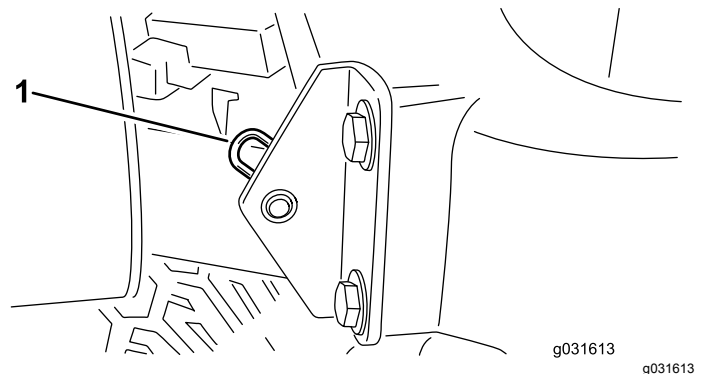

Bild 40
2. Entfernen Sie den Splint, mit dem das Gelenk der Motorhaube an den Befestigungshalterungen befestigt ist (**Bild 40**).